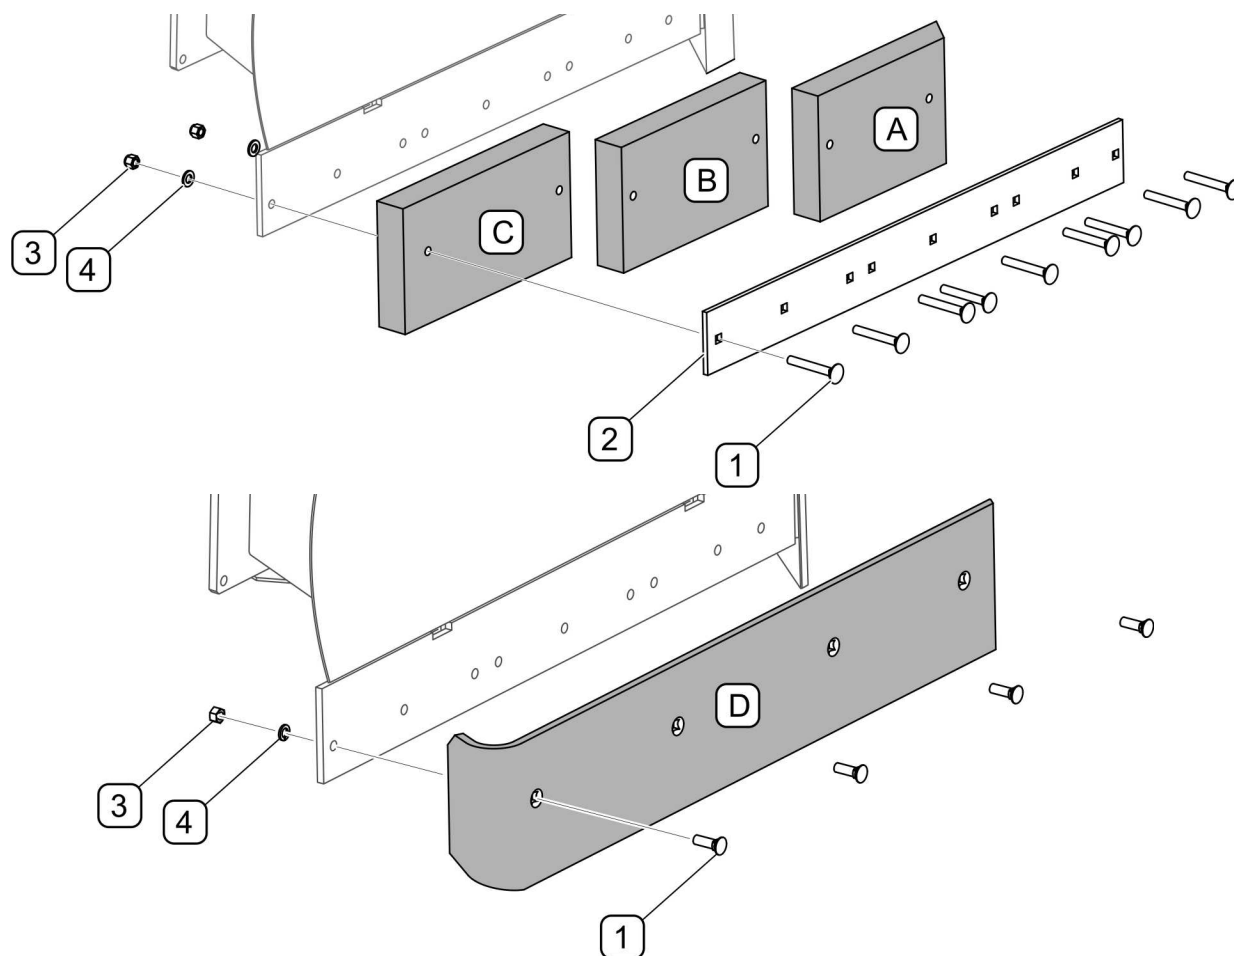

РИСУНОК 5.1 Заміна скребка
Гумовий скребок складається з трьох сегментів (А,В,С) (РИСУНОК 5.1). Щоб зняти сегменти скребка необхідно відкрутити гайки (3), вийняти гвинти (1) і зняти затискну планку (2). Замінити сегменти скребка, монтуючи їх у зворотному порядку.